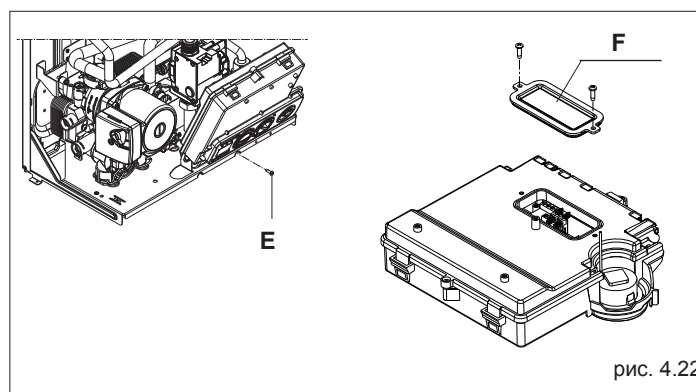

рис. 4.22
- отвинтите крепёжный винт (E) панели с приборами (рис. 4.22)
- приподнимите панель и откиньте на себя (рис. 4.22)
- отвинтите крепёжные винты (F) крышки, чтобы открыть клеммную колодку (рис. 4.22)
- Снимите облицовку котла, отвинтите крепёжный винт (Е) панели с приборами (рис. 4.22), приподнимите панель и откиньте её на себя (рис. 4.22)
- Отвинтите крепёжные винты (F) крышки, чтобы открыть клеммную колодку (рис. 4.22)